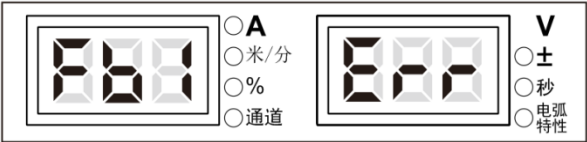

图 3-42 故障查询显示界面
1. 进入内部菜单，调节焊接电源面板旋钮至 **FB1**，如图 3-42 所示。